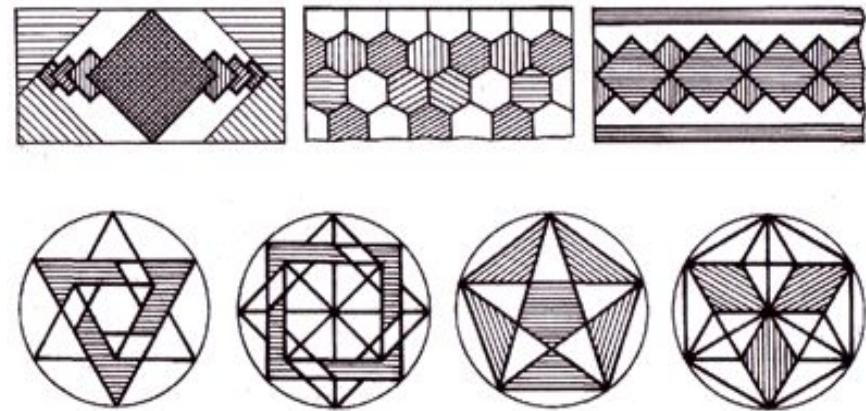

Рис. 69. Орнаменты
2. На формате А4 выполните один из вариантов орнамента, используя правила деления окружности на равные части. Размеры орнамента произвольные. По желанию можно разработать свой орнамент (рис. 69).